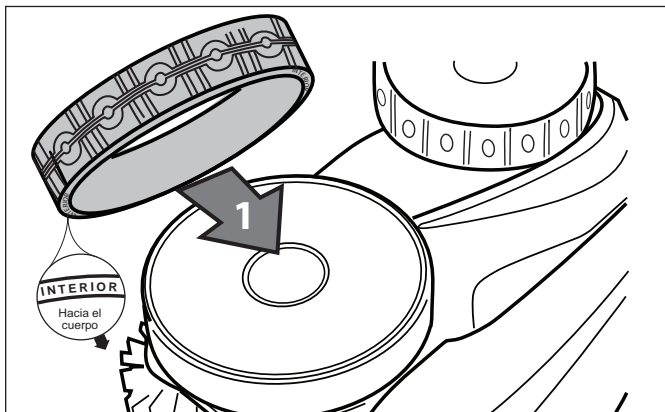

Figura 33. Orientación del neumático de reemplazo
3. Para volver a colocar el neumático, coloque el neumático en la rueda de modo que la palabra INSIDE (Interior) quede del lado del cuerpo del limpiador (Figura 33).